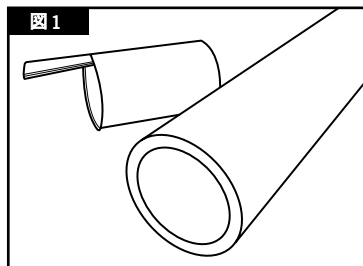

図1
■離脱阻止方式-離脱阻止(埋設管路でのみ適用)接合する場合は、ウルトラグリップは納品されたままの状態、つまりグリップを所定の位置につけた状態で接合します(Fig. 1 a)。接合前にすべてのグリップが正しい位置についているか、確認してください。
グリップは簡単に外せます。右上略図をご参照ください(Fig. 1 b)